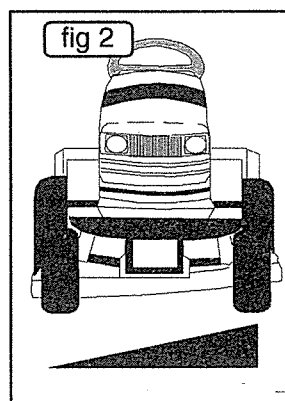

Fig 2 Fel nivåinställning sida till sida.
2. Löper upphängningsanordningarna till klippdäcket fritt (fig 2)? Kontrollera detta genom att lyfta klippaggregatet till högsta läget och lyft och skaka det. Om de kärvar, rensa och smörj dem.